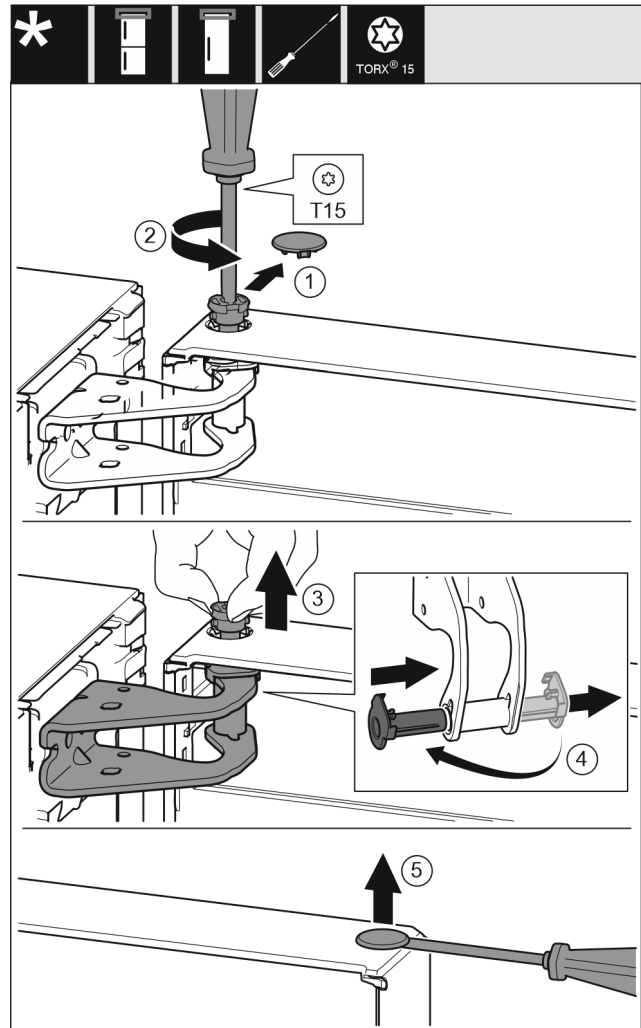

Fig. 6
- ▶ Veiligheidsafdekking voorzichtig eraf trekken. Fig. 6 (1)
- ▶ Bout met schroevendraaier T15 een stukje eruit draaien. Fig. 6 (2)
- ▶ De deur vasthouden en de bout met de vingers eruit trekken. Fig. 6 (3)
- ▶ Lagerbussen uit de geleiding trekken. Op de andere kant aanbrengen en vastklikken. Fig. 6 (4)
- ▶ Stop voorzichtig met een sleufschroevendraaier uit de lagerbus van de deur optillen en eruit trekken. Fig. 6 (5)